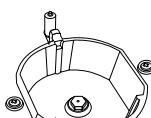

Abb. 2
3. Entfernen Sie den Brennerdeckel und den Brenner und gewährleisten Sie, dass die Düse ersichtlich ist, wie in abbildung 2 dargestellt.